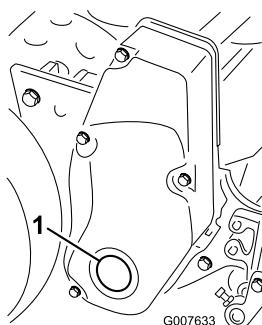

Figura 50
- Retire a vela na cobertura da transmissão do cilindro direito (Figura 50).